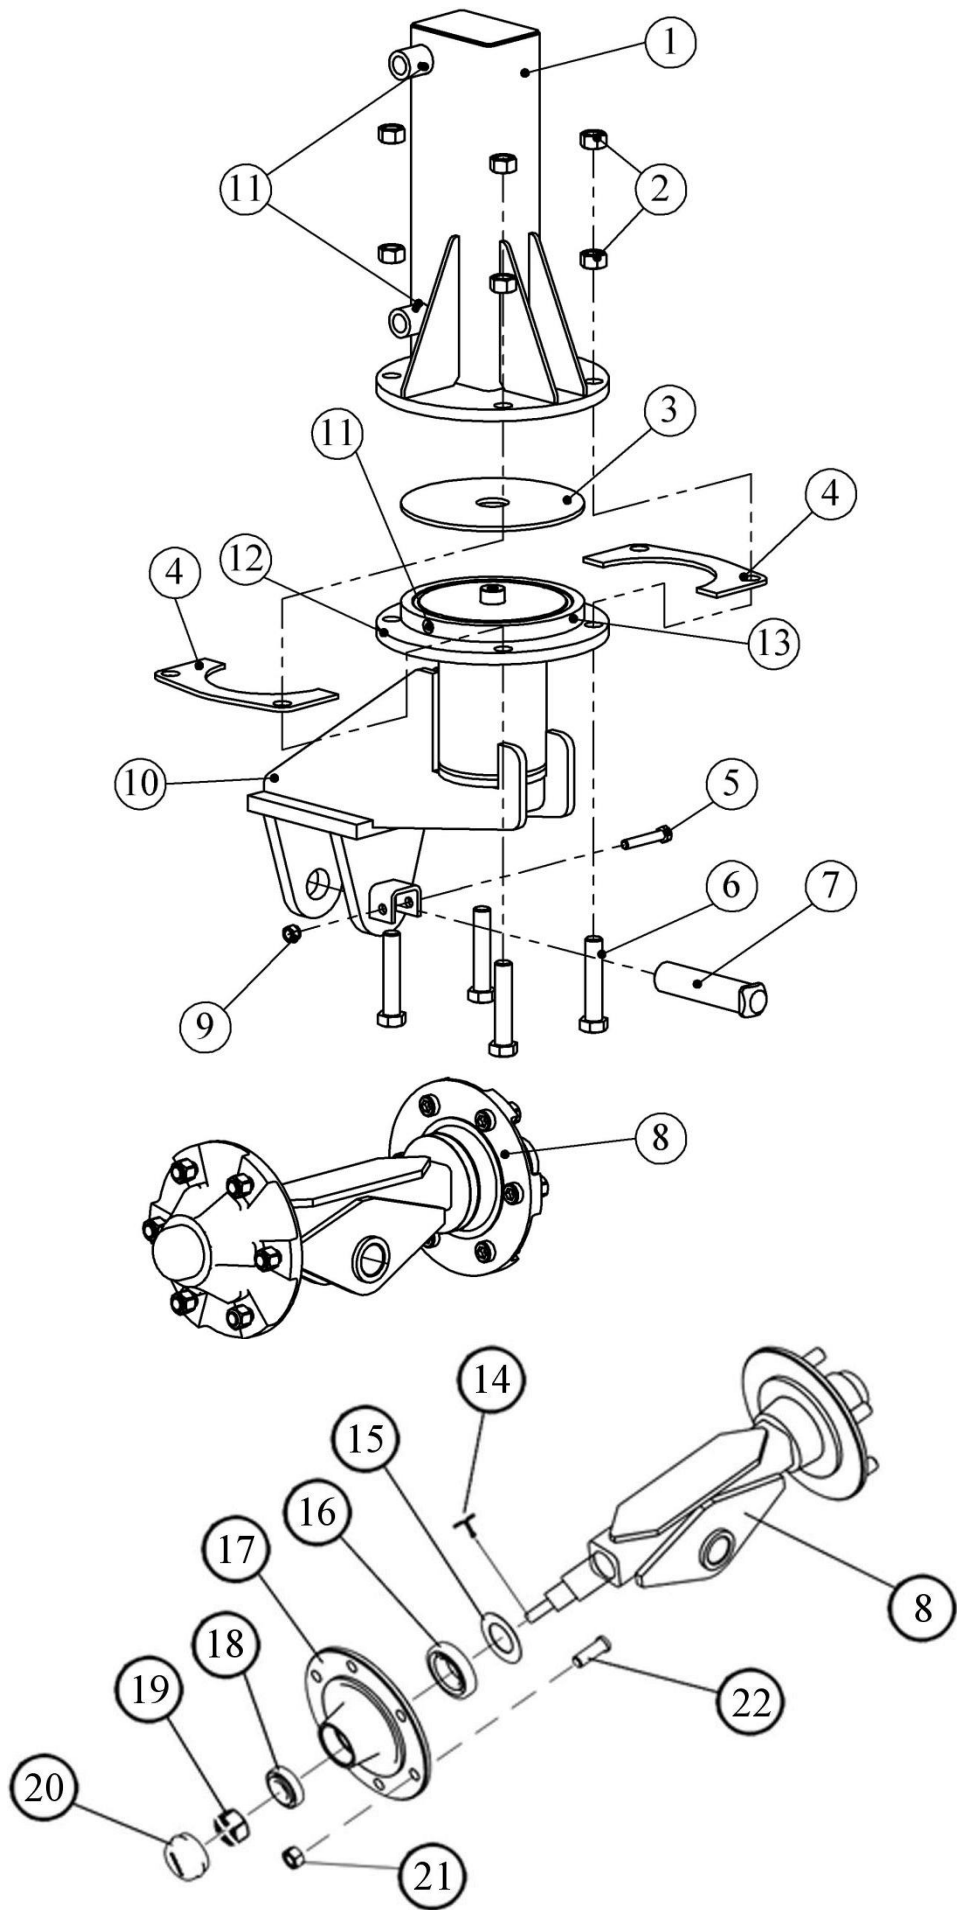

Рис. 6.4. Передняя стойка нового образца
6.6. Передняя сцепка (рис. 6.4)